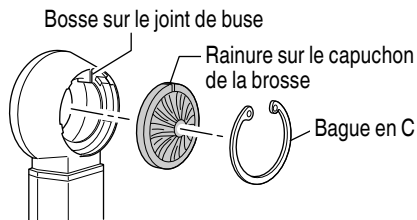

Fig. 20
- ① Retirer le joint de la buse comme indiqué sur la figure.
- ② Fixer un nouveau joint de buse. Aligner le joint de la buse de telle sorte que son encoche s'imbrique dans la forme externe de la buse.
- (b) Remplacement du capuchon de la brosse (Fig. 20)